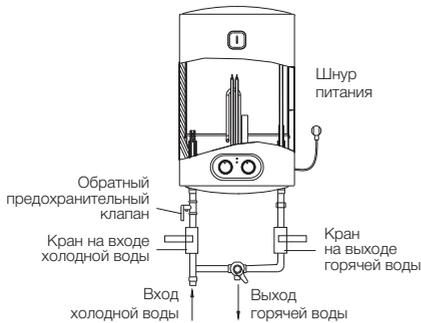

Рис. 6
3. Предохранительный обратный клапан следует устанавливать в месте входа воды (см. рис. 6).